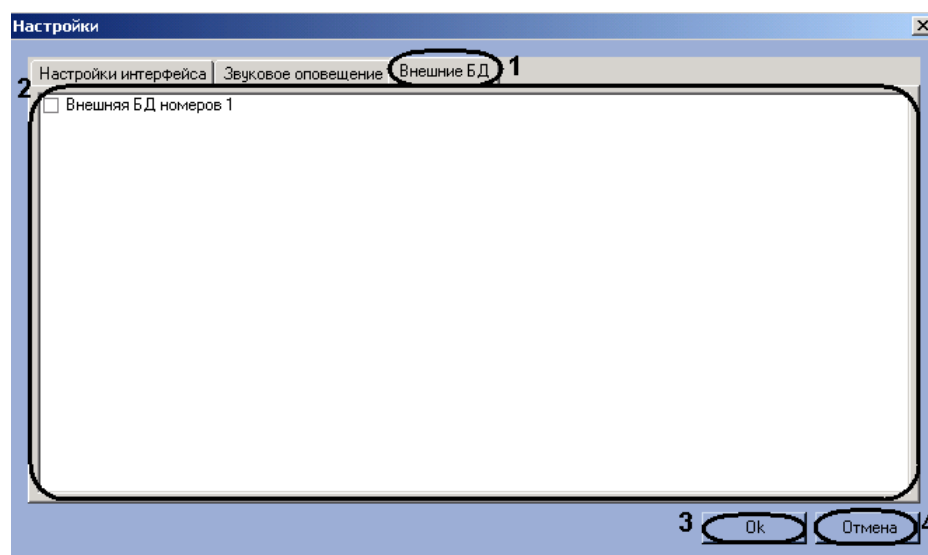

Рис. 7.9—13 Выбор внешних баз данных в качестве баз данных «Оперативного слежения»
4. Установить флажки напротив тех внешних баз данных, которые необходимо использовать в качестве баз данных «Оперативного слежения» (см. Рис. 7.9—13, 2).
5. Для сохранения внесенных изменений и закрытия диалогового окна «Настройки» нажать кнопку «ОК» (см. Рис. 7.9—13, 3).